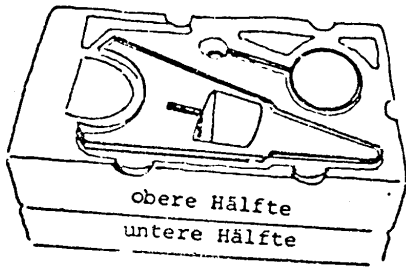

Abb. 1
- 1 Nehmen Sie den Styropor-Behälter aus dem Verpackungskarton und placieren Sie ihn so, daß die Grundplatte und die Gußplatte von oben sichtbar sind. (Siehe Abb. 1).